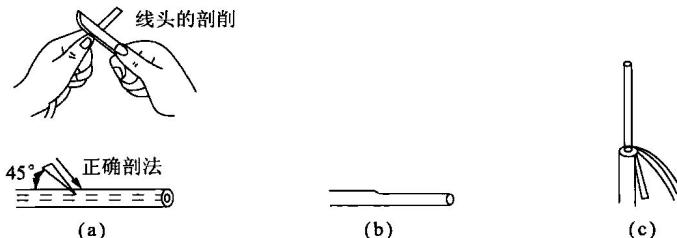

图 1.2 用电工刀剖削塑料硬线绝缘层
- (1) 根据所需的长度用电工刀以 45° 角斜切入塑料绝缘层（图1.2(a))。
- (2) 接着刀面与芯线保持 15° 左右，用力向线端推削，不可切入芯线，削去上面一层塑料绝缘层（图1.2(b))。
(3) 将下面的塑料绝缘层向后扳翻,最后用电工刀齐根切去(图1.2(c))。